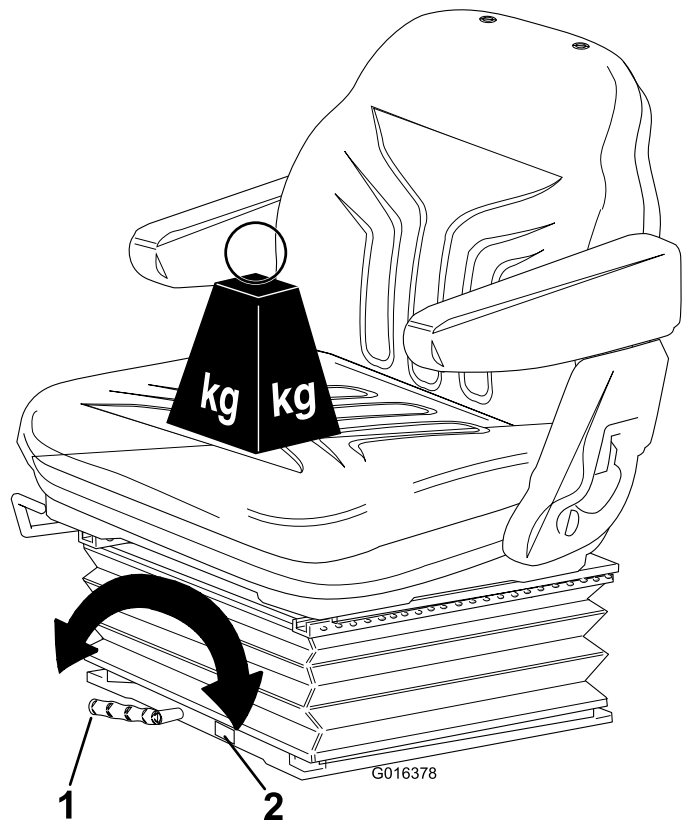

Bild 23
- Drehen Sie den Griff im Uhrzeigersinn, um die Festigkeit der Federung zu erhöhen und gegen den Uhrzeigersinn, um die Festigkeit zu verringern (Bild 23).